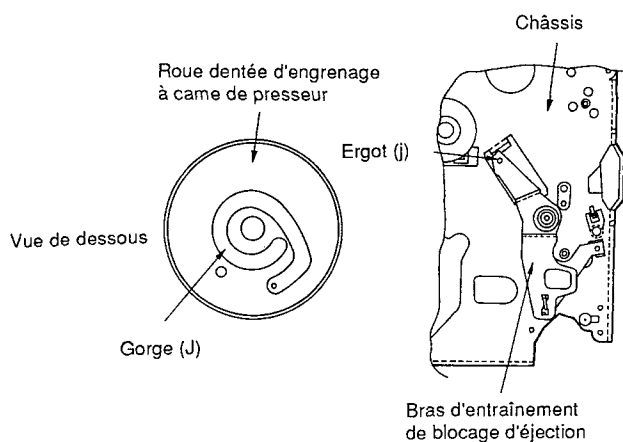

Fig. 3-3
Attention: Au moment de remonter la roue dentée d'engrenage à came de galet presseur, placer le bras de blocage d'éjection dans la position indiquée sur la figure 3-3 et vérifier que l'ergot (j) est bien engagé dans la gorge (J) qui se trouve au dos de la roue dentée d'engrenage à came de galet presseur.